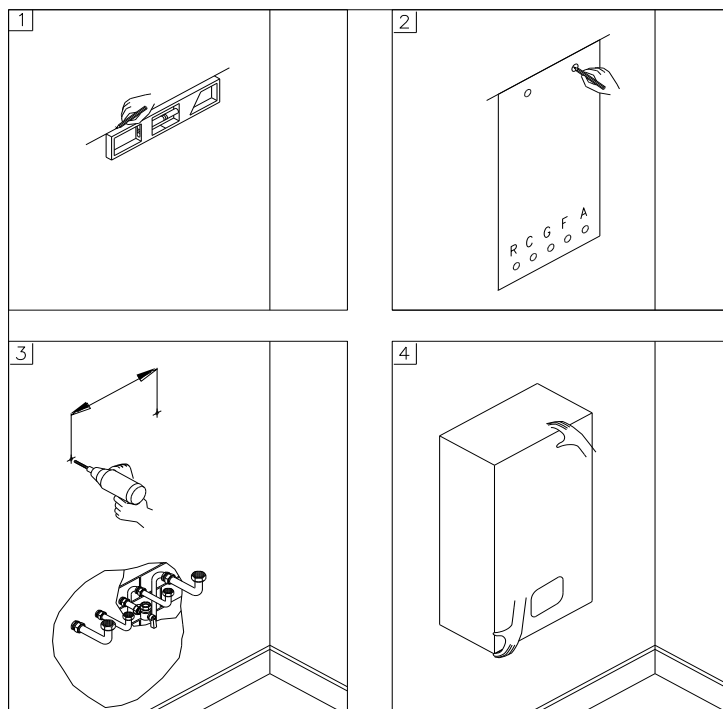

Fig. 2
Pendant le fonctionnement de la chaudière, il est possible de visualiser 2 niveaux de puissance relatifs au degré de modulation de la chaudière (voir figure 2)
Pour le montage, procéder comme suit (voir fig. 2) :
- Le conduit d'évacuation doit être perpendiculaire au mur interne opposé à la cheminée ou au conduit d'évacuation des fumées (fig. 2);
- ouvrir le robinet de remplissage **R** (fig. 2) et contrôler, au moyen du manomètre **M** (fig. 2), que la pression du circuit arrive à la moitié de la zone verte correspondant à 1,2 bars (fig. 3).
- **Au terme de cette opération, s'assurer que le robinet de remplissage R (fig. 2) est bien fermé.**